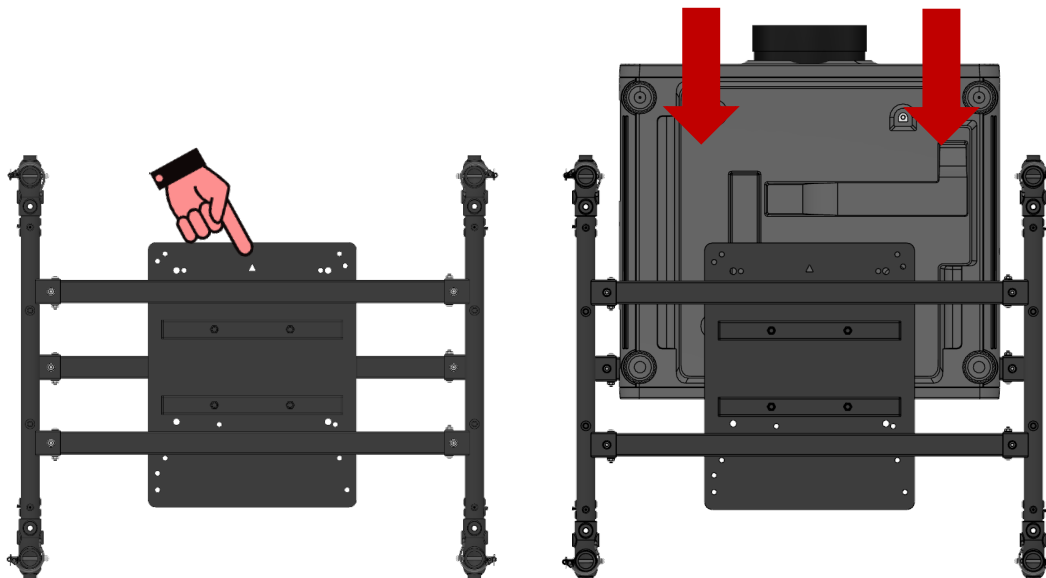

Abbildung 7 Montage des Projektors im Rahmen
Schritt 2: Setzen Sie den Projektor entweder von der Vorder- oder Rückseite in den Rahmen ein. Vergewissern Sie sich, dass der Projektor richtig ausgerichtet ist, damit seine Vorder- und Rückseite korrekt im Rahmen positioniert ist. Das Objektiv des Projektors muss sich an der Vorderseite des Rahmens befinden, die durch den dreieckigen Ausschnitt gekennzeichnet ist (siehe zeigende Hand in Abbildung 7).